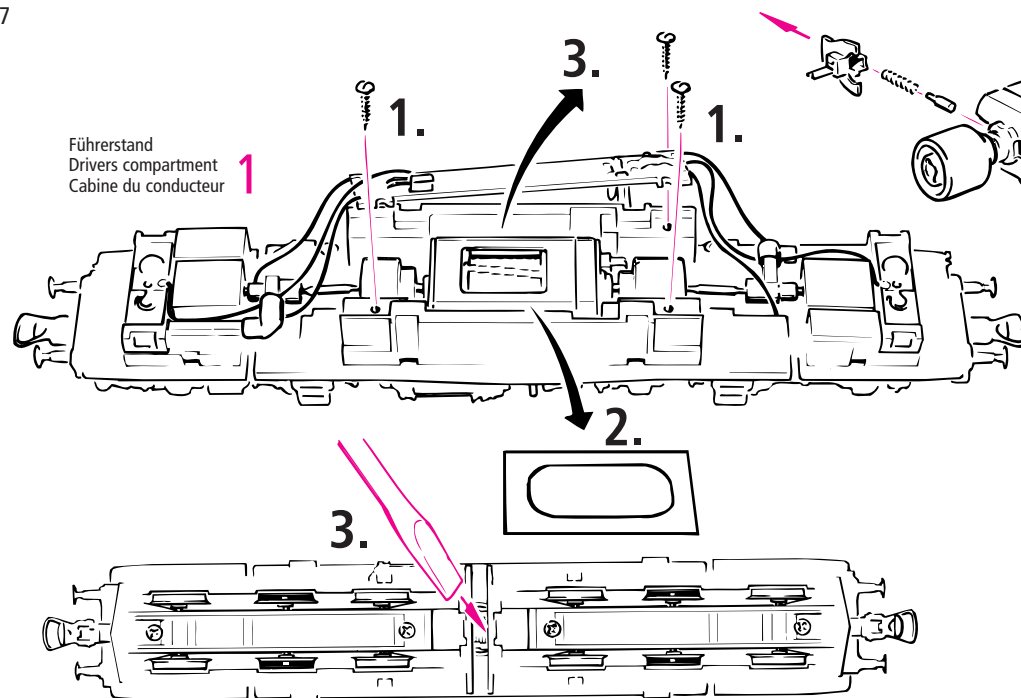

Fig. 8
2. Schmierung: Versehen Sie die im Schmierplan in Fig. 8 gekennzeichneten Stellen mit nur **kleinen Öltropfen**. Dazu zuerst das Lokgehäuse abnehmen (Fig. 3a).
2. Graissage: N'appliquez **qu'une tout petite goutte** aux endroits indiqués par le plan de graissage (fig. 8) après avoir démonté la caisse (fig. 3a). Nous vous recommandons le **graisseur à huile ROCO réf. 10906**.
2. Lubrication: Apply **tiny oil drops** to spots marked in fig. 8. Prior to lubrication dismantle tender body (fig. 3a). We recommend using item no **10906, Roco oiler**.